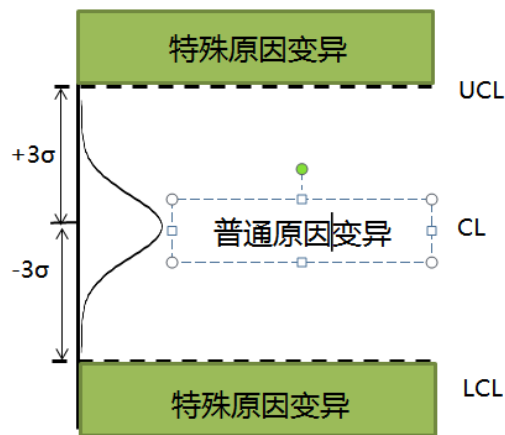

图 5-1
(1) 普通变异：在生产过程中，在我们所能够控制的范围内，流程处于稳定、可控和预测的状态。
(2) 特殊原因：当流程处于特殊原因时，会造成制程的变异，从而导致流控制状态。普通变异与特殊变异与控制图的关系如下图 5-1 所示。